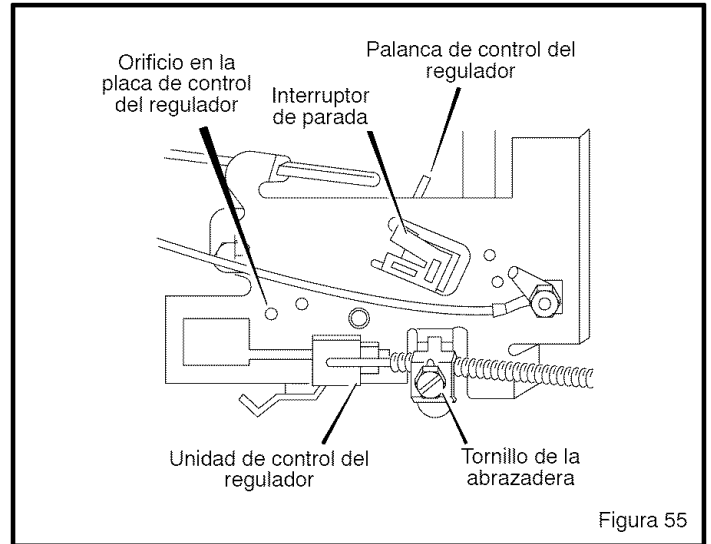

Figura 55
2. El orificio de la **palanca de control del regulador** (ubicada inmediatamente debajo de la placa de control del regulador) debe alinearse con el **orificio de la placa de control del regulador** (Figura 55).